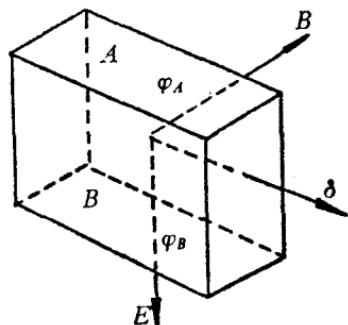

图 8 霍耳效应
19. 霍耳效应——处于外磁场中的导电板，如在与磁场垂直的方向通有电流时（见图8），则在同磁场与电流都垂直的方向会建立起电场（或在这个方向的上下缘存在电位差 $\varphi_A - \varphi_B$ ）。这种现象称为霍耳效应。这个产生的电场叫做霍耳电场。